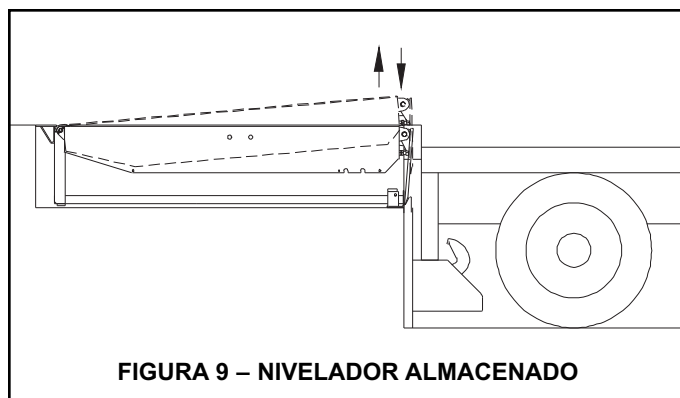

FIGURA 9 – NIVELADOR ALMACENADO
2. Deje de presionar el botón LEVANTAR (RAISE). El nivelador bajará hasta el nivel de la rampa niveladora con el labio reposando en los soportes del labio. Vea la figura 9.